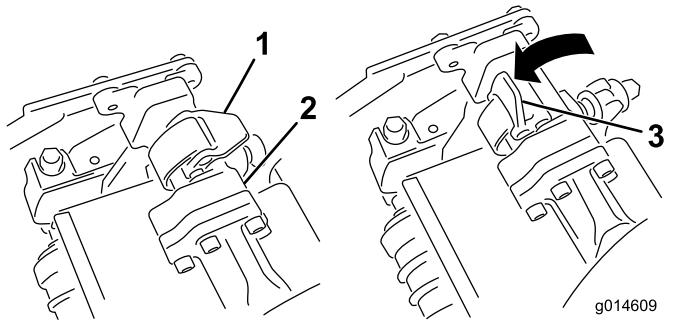
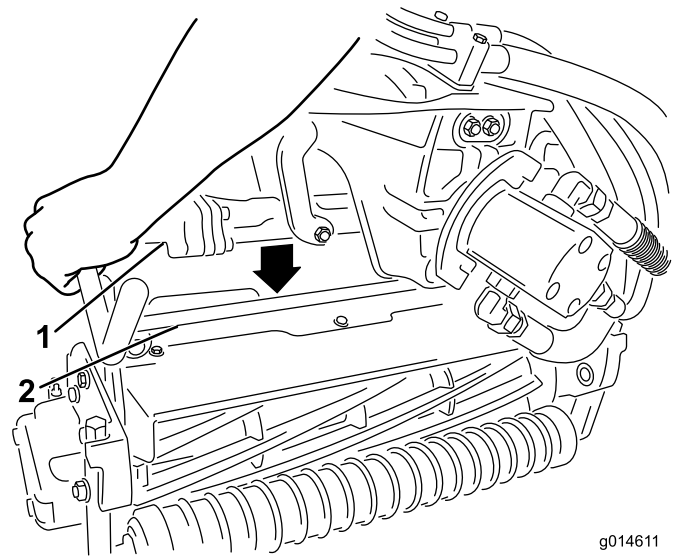

Figura 32
Figura 33
3. Com os fechos na barra do braço de suspensão a apontar para cima (i.e. abertos) (Figura 32), empurre o braço de suspensão para baixo de forma a que a barra passe pela barra através da parte superior da unidade de corte (Figura 33).
4. Feche os fechos para baixo e em redor da barra da unidade de corte e bloqueie-os no sítio (Figura 32).
- Abra os fechos na barra do braço de suspensão da unidade de corte que está a remover (Figura 32).